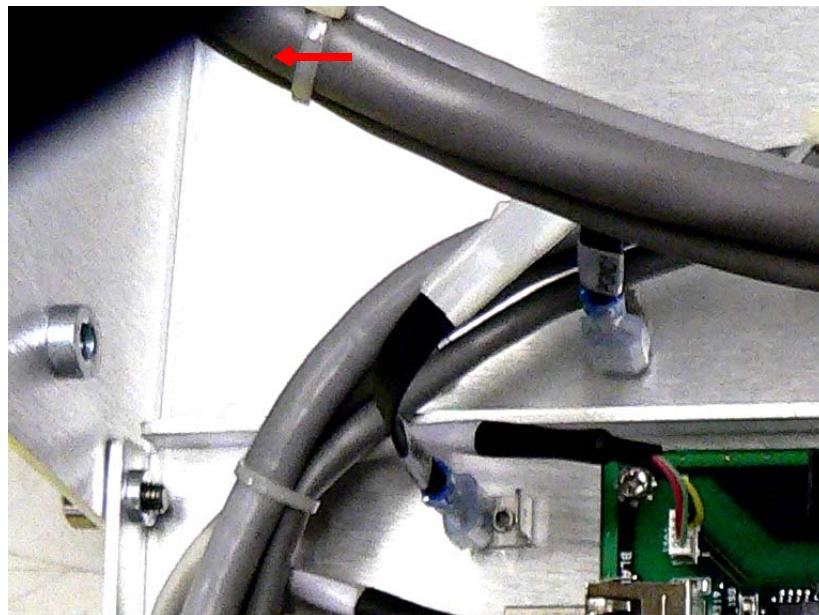

图 B-29 主板的连接
6. 在 J306 处，从主板拆下黑色接头 (2140-301)（图 B-29）。
9. 在 J306 处，将黑色接头 (2140-301) 重新接到主板上（第 B-20 “页图 B-29”）。